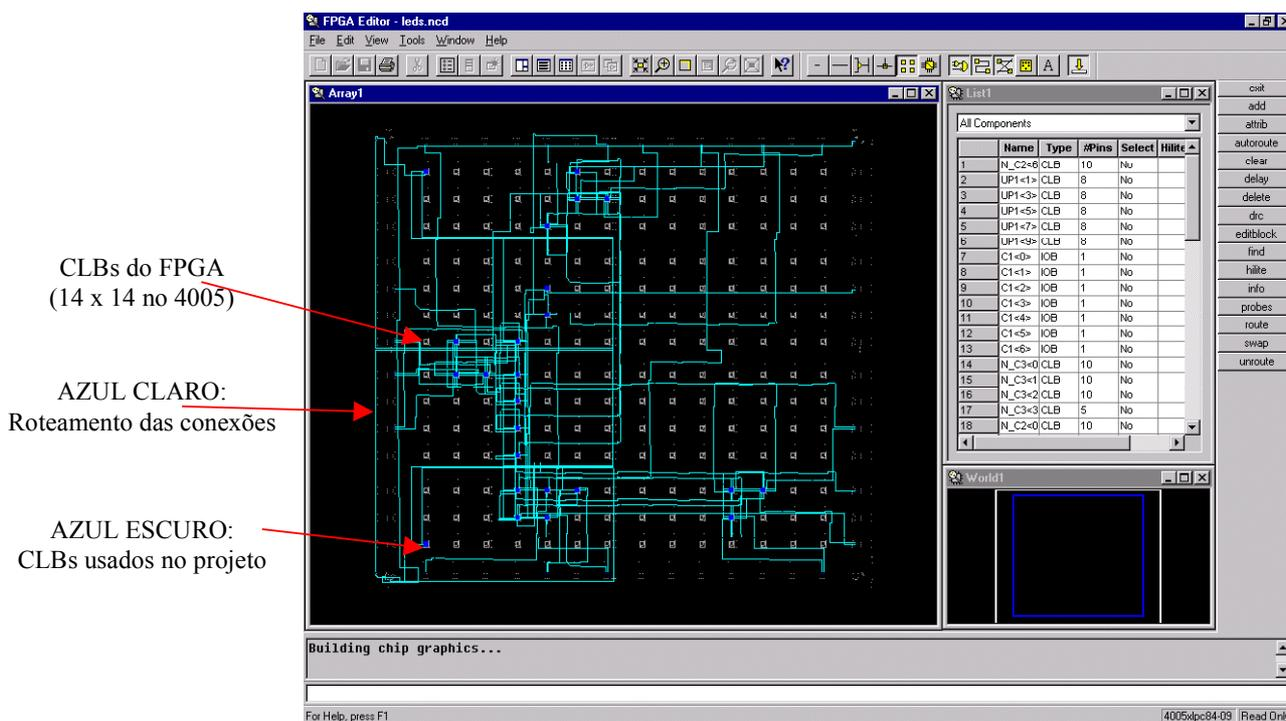

Figura 3 – Representação da planta baixa do circuito leds.pdf implementado internamente no FPGA.
9. Antes de realizar o *download*, observar a arquitetura interna do FPGA. Ir no menu *Tools* → *Implementation* → *FPGA Editor* do Gerenciador de Projetos Foundation. Se aparecer uma janela de diálogo, escolha o arquivo que possui como prefixo o nome do seu projeto. A aparência do circuito mostrado deve ser similar à Figura 3.
12. Após instalar um dos conjuntos de cabo paralelo, placa e fonte de alimentação no seu computador de trabalho, descarregue o arquivo binário com seu projeto implementado na plataforma de prototipação. Uma das maneiras de fazer isto é abrir uma janela DOS e ir para o diretório onde foram inseridos manualmente os arquivos (item 3 desta lista). Verificar a existência do arquivo *leds.bit*. Digitar no interpretador de comandos DOS **xsload leds.bit**. Outra opção (mais simples, se habilitada) é usar a interface gráfica *gxload* com opção de “drag and drop”. Após realizada esta ação, o circuito deve ser descarregado na placa e deve imediatamente começar a funcionar.